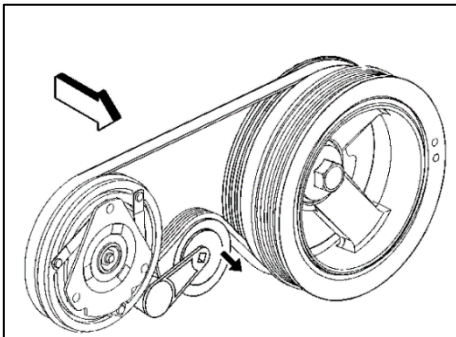

Fig 1: AC belt routing
3. Take note of the underhood belt routing diagrams. If unavailable, refer to Figs 1 & 2.
10. Rotate AC tensioner clockwise and reinstall the AC belt (Fig 1).
3. Prenez note des schémas d'acheminement des courroies sous le capot. En l'absence de celui-ci, se reporter à la Fig. 1 & 2.
10. Faites tourner le tendeur de l'AC dans le sens des aiguilles d'une montre et réinstallez la courroie de l'AC (Fig 1).
10. Gire el tensor CA en el sentido de las agujas del reloj y vuelva a instalar la correa CA (Fig. 1).